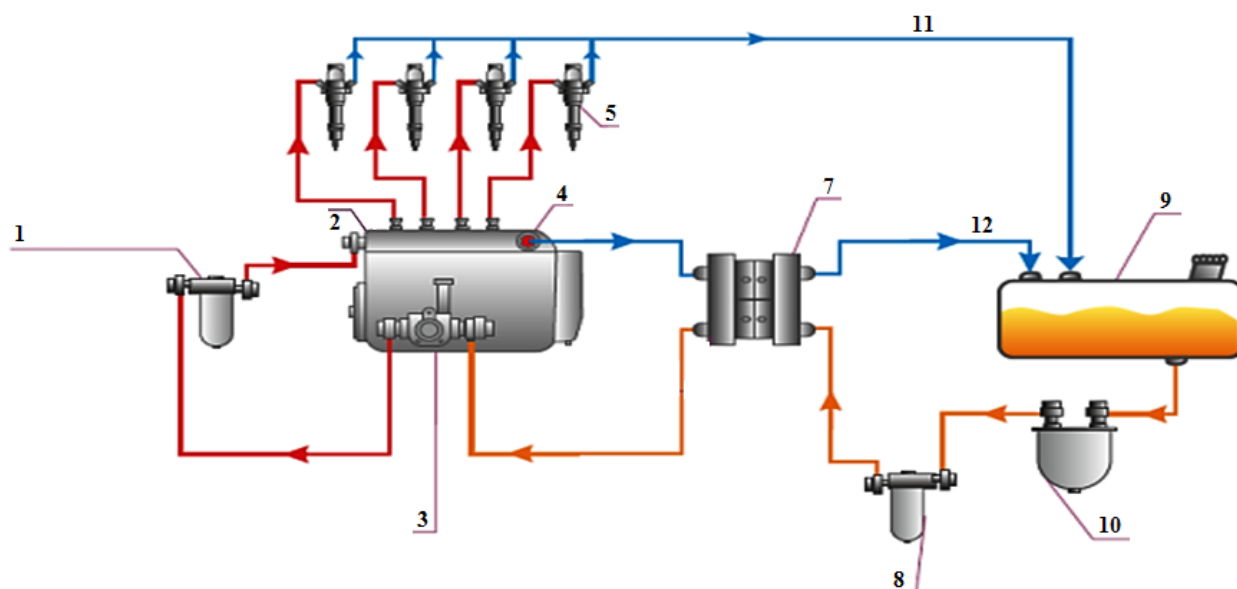

Рис.12 Установка подающей камеры на разрежение
2) Установка подающей камеры производится в топливную магистраль до ТННД **(на разрежение)**. В данном случае **обязательна установка дополнительного ФТО** (см. рисунок 12).